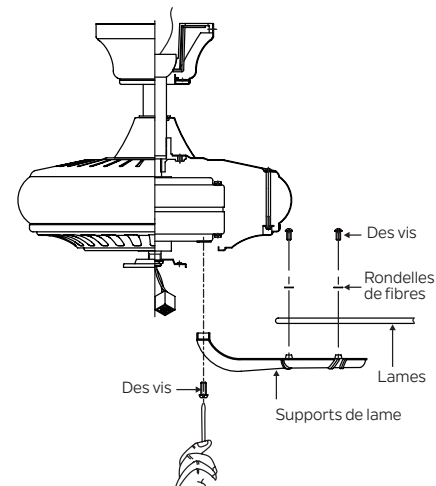

Fig. 15
Étape 1. Fixez une lame sur un support de lame à l'aide des vis et des rondelles en fibre fournies. (Fig. 15)
Étape 2. Fixez chaque lame au moteur à l'aide des vis de montage "Préinstallées" dans le support de lame. (Fig. 15)